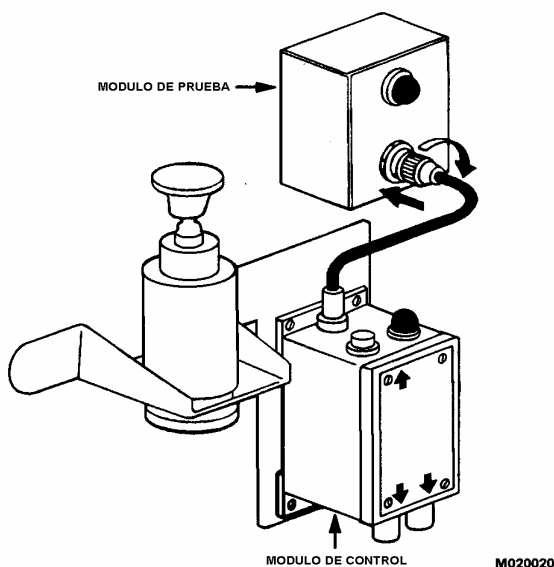

FIGURA 2-23. FIJE EL CONJUNTO DE LA LUZ INDICADORA (Módulo de Prueba)
8. Con el jumper en su lugar, atornille el conector del detonador en el receptáculo en el módulo de prueba (Figura 2-23). La luz en el módulo de prueba se debe encender inmediatamente. Esta prueba confirma que el cable de detección se instaló correctamente y funcionará de acuerdo a lo esperado.